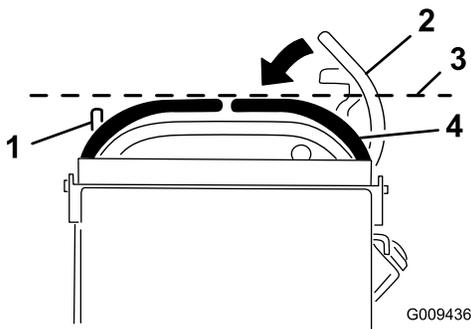

図 69
3. 右側コントロール・レバーを、ニュートラル位置から下へ押し下げる (図 69)。
4. 左側コントロールレバーと水平にそろっているかを調べる (図 69)。